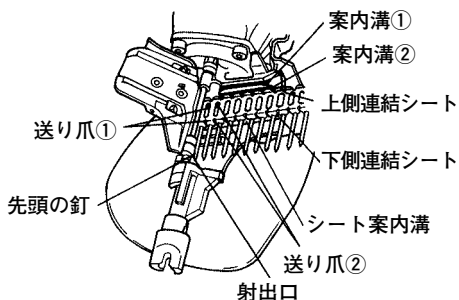

図 12
先頭の釘を射出口の中に入れ、2本目の釘を送り爪①と送り爪②の間に入れます。(図 12)